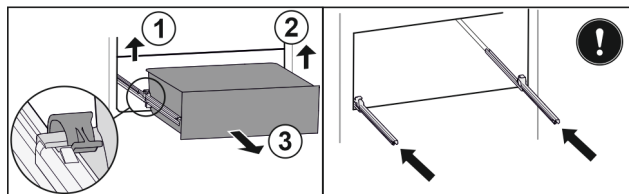

Fig. 78
- Sollevare il morsetto sinistro e allo stesso tempo tirare in avanti il cassetto sinistro. Fig. 78 (1)
- Sollevare il morsetto destro e allo stesso tempo tirare in avanti il cassetto destro. Fig. 78 (2)
- Rimuovere il cassetto tirandolo in avanti. Fig. 78 (3)